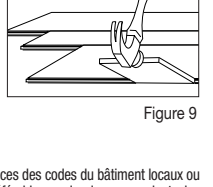

Figure 9
- Il peut être nécessaire d'aligner les planches à l'aide d'un morceau de bois de rebut (Figure 9 - en le plaçant vers le bas pour éviter d'endommager le bord de la planche.)